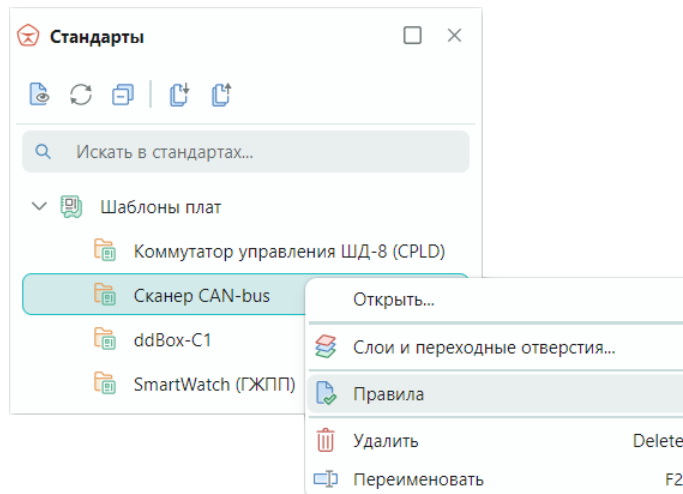

Рис. 155 Вызов редактора правил шаблона платы
2. Вызовите контекстное меню и выберите пункт «Правила», см. Рис. 155.